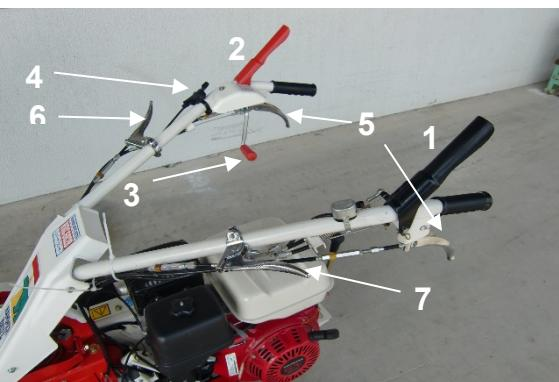

Figure 1
Pour faire avancer la machine, appuyez sur la poignée d'avancement (1, Figure 1). Dès que vous relâchez la poignée, la machine s'arrête et le frein de stationnement s'enclenche automatiquement
Il est utilisé pour le débroussaillage. Appuyez sur la poignée de dessus (2, Figure 1) et tirez la manette (3, figure 1) pour actionner la rotation des lames. Dès que vous relâchez la poignée, la manette revient à sa position initiale et le rotor s'arrête.
Le levier d'accélérateur (4, Figure 1) sert à modifier la vitesse de rotation du moteur
Les poignées (Figure 1, repère 5) servent au conducteur lorsqu'il veut changer de direction. Appuyez sur la poignée de droite pour tourner à droite, appuyez sur la poignée de gauche pour tourner à gauche. Pour déplacer la machine avec le moteur arrêté, saisissez les deux poignées.
Serrez le levier (7, Figure 1) pour déplacer le guidon vers le haut ou vers le bas. Relâchez le levier et vérifiez que le guidon est bien verrouillé avant d'utiliser la machine.
Et serrez le levier (6, Figure 1) pour déplacer le guidon vers la gauche ou vers la droite. Relâchez le levier et vérifiez que le guidon est bien verrouillé avant d'utiliser la machine.
- Placez le levier d'accélérateur sur "LO" (4, Figure 1).